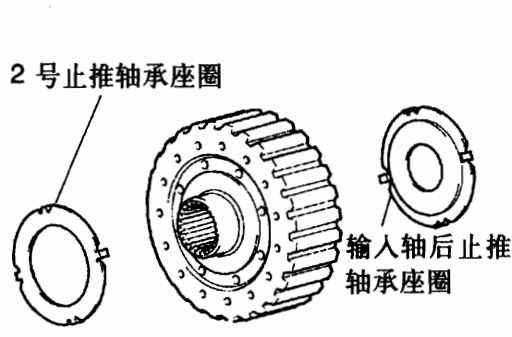
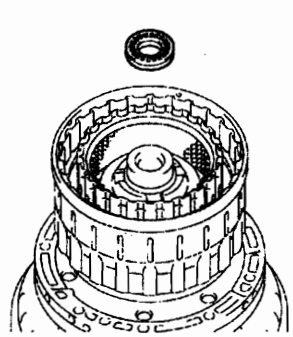

图 12-1-124
图 12-1-125
②如图 12-1-124 所示,从多片离合器毂上拆下 2 号止推轴承座圈和输入轴后止推轴承座圈。
(10) 拆下输入轴总成。
①如图 12-1-125 所示,从离合器鼓总成上拆下止推滚针轴承。